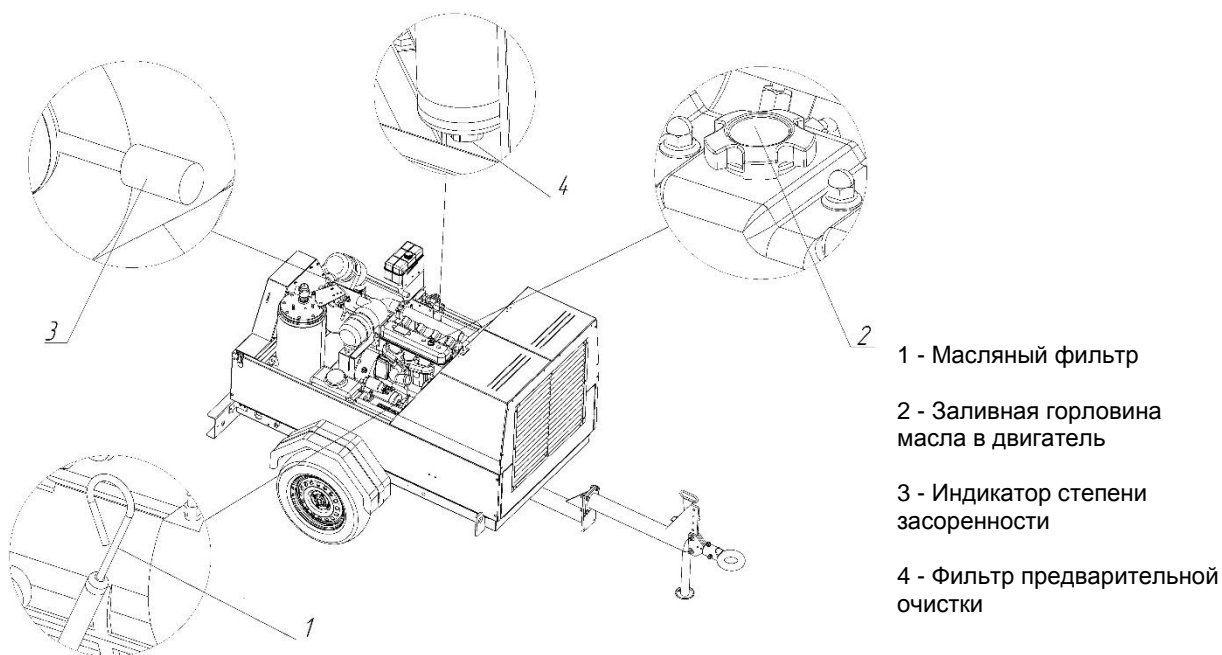

Рис. 4.1.2
6. Удалите воду из фильтра предварительной очистки топлива Рис.4.1.2 поз.4.
Чтобы проверить уровень масла двигателя, нужно открыть дверцу (рис. 4.1.2), вытащить щуп из двигателя. Протереть щуп чистой, не волокнистой тканью и вставить до упора обратно. Заново извлеките щуп и внимательно осмотрите: если масло на щупе находится в зоне выемки, между положениями MIN и MAX, уровень масла в норме.
Фильтр воздушный компрессора оснащен визуальным индикатором засорённости (рис. 4.1.2 поз.3). Если индикатор – желтого цвета, фильтр необходимо заменить.